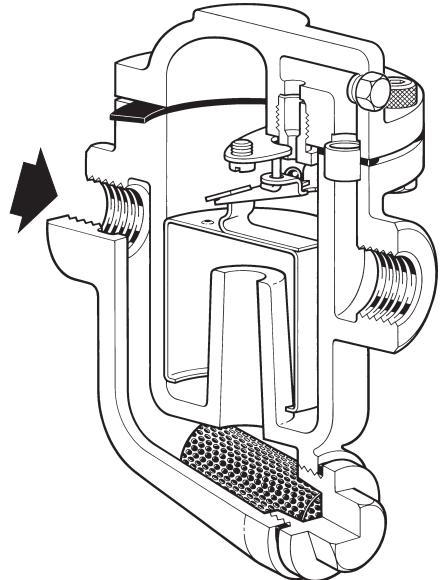

Fig. 3 HM34 (1/2" y 3/4")
6.2 Cómo montar el conjunto válvula y asiento (ver Fig. 3):
- Desenroscar los tornillos (2) de la tapa y sacar la tapa.
- Sacar la cubeta (4) de la palanca (10).
- Sacar el soporte pivote palanca desenroscando los dos tornillos (5).
- Sacar el asiento (8) de la tapa.
- Usando una junta nueva (7), colocar la tapa asegurando que el casquillo (11) está colocado correctamente y apretar los tornillos según el par de apriete recomendado (ver Tabla 1).